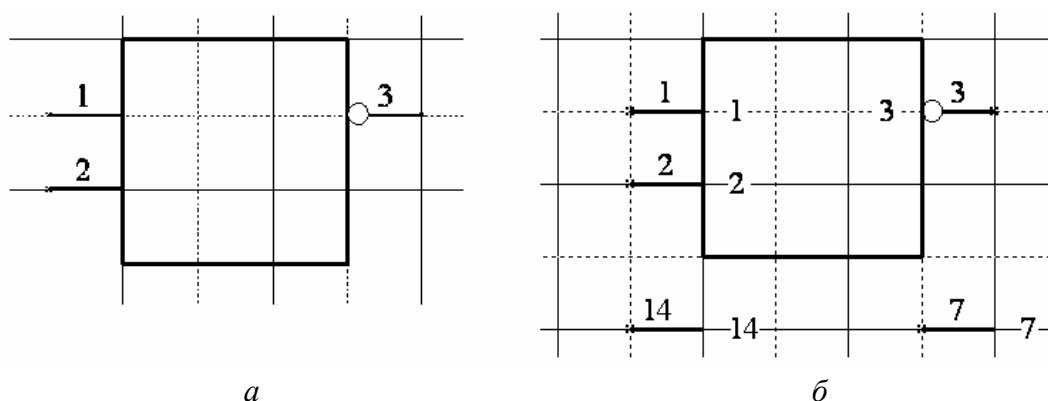

Рис. 3.8
Закрыть диалог настройки и зафиксировать первый вывод в главном окне графического редактора, как показано на рис. 3.8, а.
5. Повторить те же действия, установив при этом описание Supply_pin, цоколевочный номер вывода 14 и имя цепи питания VCC. Конечный результат показан на рис. 3.8, б.